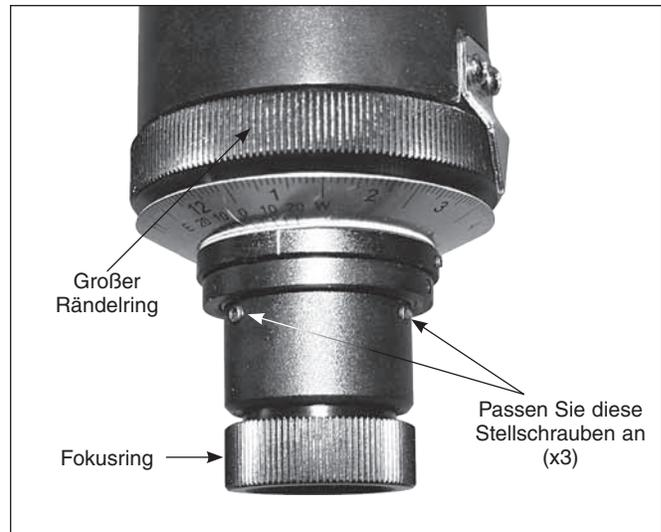

Abbildung 3. Der große Rändelring bietet bequeme Drehung des Fadenkreuzes.
2. Jetzt drehen Sie den großen Rändelring am Polsucher um genau eine halbe Umdrehung (**Abbildung 3**).
3. Wenn das Objekt nach der Drehung in der Mitte des Fadenkreuzes verbleibt, dann ist die Fadenkreuzplatte wird mit der Drehachse des Polsuchers ausgerichtet und keine Veränderung wird benötigt. Weicht das Objekt vom Kreuz ab, dann verwenden Sie den mitgelieferten 1,5 mm Sechskantschlüssel zum Einstellen der drei kleinen Sechskantstellschrauben auf dem Polsucher (**Abbildung 3**), um das Objekt um eine HALBE UMDREHUNG in Richtung der Mitte des Kreuzes zurück zu bewegen (**Abbildung 4**).